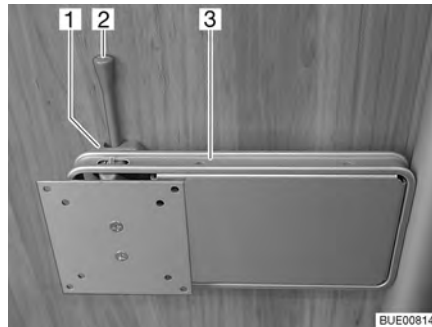

Fig. 50 Support sur colonne
- Pousser le levier de déverrouillage (Fig. 50,2) sur le côté et pivoter le support (Fig. 50,3) et l'écran plat pour les amener en position souhaitée.
- Pivoter l'écran plat en sens inverse, jusqu'à ce que le support (Fig. 50,3) s'enclenche dans le verrouillage (Fig. 50,1).